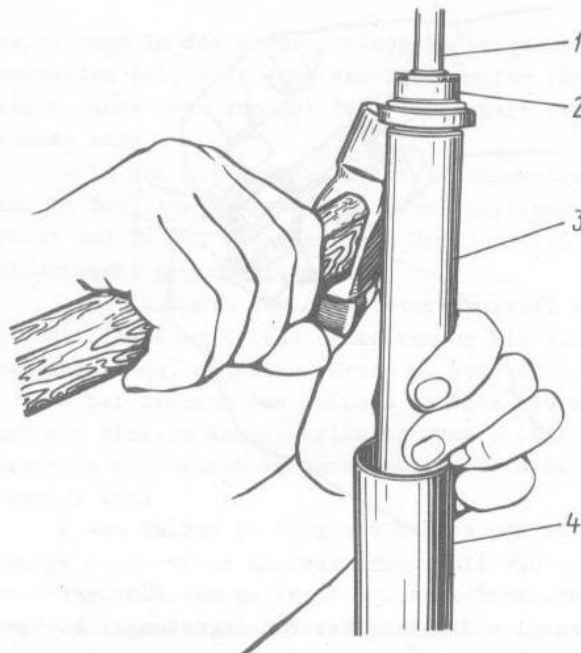

Bild 4-53. Herausziehen der Führungsstange aus Arbeitszylinder:
- vorsichtig mit einem an den Führungen des Zylinders 3 (Bild 4-53) gleitenden Kupferhammer